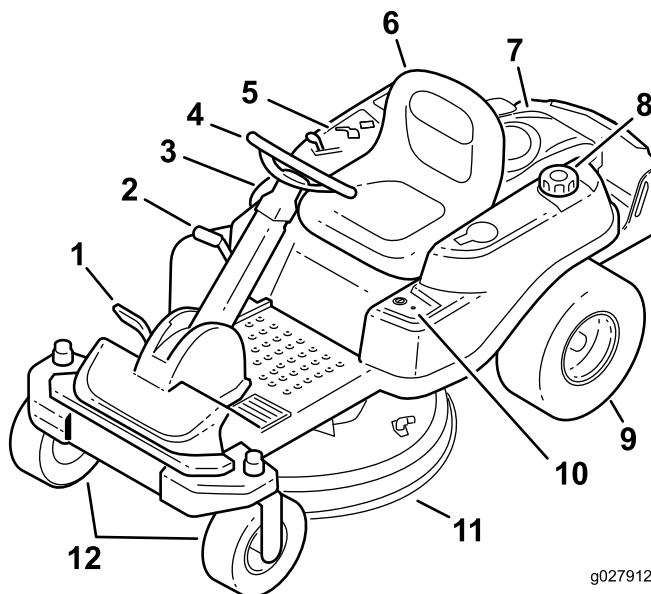
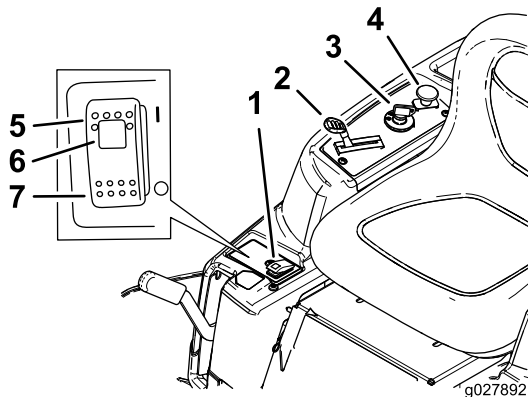
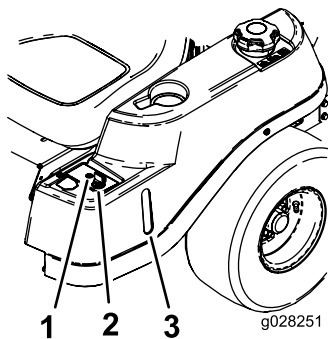

Figure 4
Figure 5
Figure 6
Avant de mettre le moteur en marche et d'utiliser la machine, familiarisez-vous avec toutes les commandes; voir Figure 4, Figure 5 et Figure 6.
Le commutateur d'allumage a 3 positions : arrêt, contact et démarrage. La clé tourne jusqu'à la position Démarrage et revient automatiquement en position Contact lorsqu'elle est relâchée. Tournez la clé à la position Arrêt pour couper le moteur. Enlevez toujours la clé de contact avant de quitter la machine pour éviter tout démarrage accidentel (Figure 5).
L'accélérateur et le starter sont combinés dans une seule commande. L'accélérateur commande le régime moteur et peut se régler à l'infini entre bas régime et haut régime. Engagez le starter en poussant la commande au-delà de la position haut régime jusqu'à la butée (Figure 5).
La commande des lames (PDF) engage et désengage les lames du tablier de coupe (Figure 5).
Le regard de carburant, situé sur le côté gauche de la machine, permet de vérifier que le réservoir contient de l'essence (Figure 6).
en position activée et relâchez-la lorsque la PDF est engagée. Pour la désactiver, désengagez la prise de force (PDF) (Figure 6).
Ce témoin s'allume chaque fois que la clé de sécurité (KeyChoice) est utilisée pour désactiver la fonction d'interdiction de travail en marche arrière. Il vous rappelle que le système de sécurité est désactivé. Le témoin s'éteint quand la prise de force (PDF) est désengagée ou quand le moteur est coupé. Quand le témoin s'allume, regardez derrière vous et redoublez de prudence lorsque vous faites marche arrière (Figure 6).
- Appuyez sur la commande SmartPark™ pour la mettre à la position activée (Figure 5).